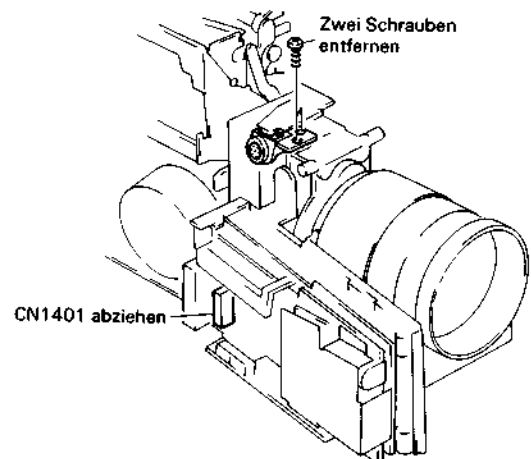

Abb. 2.39 Ausbau des Steckers des elektronischen Suchers
2. Den Stecker CN1401 abziehen (siehe Abb. 2.39).
3. Die zwei (2) Befestigungsschrauben des Steckers des elektronischen Suchers entfernen.